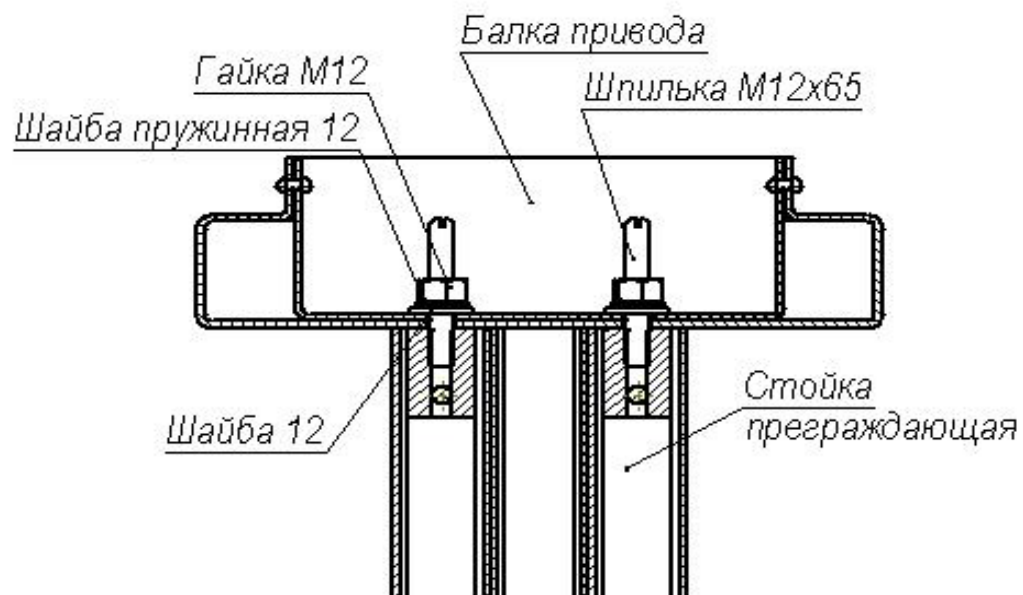

Рисунок 9 – Крепление балки привода (13) к стойке преграждающей (3)
8.2.8 Вверните две шпильки *M12x65* в верхнюю часть преграждающей стойки (3) (см. рисунок 9).
8.2.13 Поверните балку (13) концом, на котором расположена DIN-рейка (рисунок 3), к преграждающей стойке (3), а другим концом – к секциям (6) и (7) формирователя прохода. Используя две стремянки, поднимите балку на высоту преграждающей стойки и обоприте её сверху на преграждающую стойку. Открепите концы кабелей от верхней планки преграждающей стойки (п. 8.2.9), пропустите их в отверстие балки и закрепите с помощью липкой ленты внутри балки. Наденьте балку на две шпильки, расположенные на преграждающей стойке (п. 8.2.8), наденьте на каждую шпильку шайбу 12, затем шайбу пружинную 12 и зафиксируйте положение балки двумя гайками *M12* (см. рисунок 9), наворачнув их до середины выступающей части шпилек.